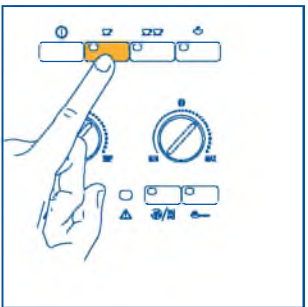
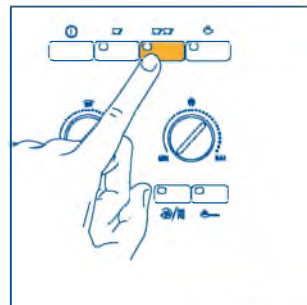
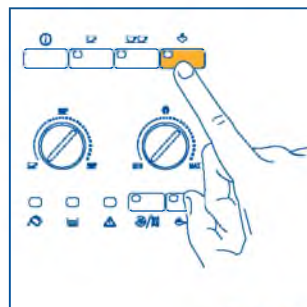

Рис. 12
Рис. 13
Рис. 21
- 5) Нажмите кнопку  рис. 12, если вы готовите 1 кофе или кнопку , рис. 13, если готовите 2 чашки кофе. После этого кофеварка помелит зерна кофе, выполнит короткую подачу кофе, паузу и полностью выльет кофе в чашку.
ПРИМЕЧАНИЕ 4: в то время, когда кофеварка готовит кофе, выливание может быть остановлено в любой момент нажатием кнопки , рис. 12, или   рис. 13, нажатой ранее.
ПРИМЕЧАНИЕ 5: как только подача кофе закончится, если вы хотите увеличить количество кофе, достаточно удерживать кнопку , рис. 12 или   рис. 13, нажатую ранее до получения требуемого количества (эта операция может быть проведена только в том случае, если выполняется в течение 3 секунд после завершения выливания кофе из носиков).
- Нажмите кнопку подачи пара ☁, рис. 21. Индикатор ☁ рис. 22, начнет мигать, указывая, что кофеварка разогревается.
- После достижения требуемой температуры прервите подачу пара, повернув регулятор подачи пара по часовой стрелке до упора, рис. 6 и нажмите кнопку подачи пара ☁, рис. 21 для отключения пара.
ПРИМЕЧАНИЕ 1: сразу же после приготовления капуччино и после отключения функции пара ☁, рис. 21, если нажать кнопку ☁, рис. 12 или ☁☁, рис. 13 для приготовления новых порций кофе, кофеварка имеет слишком высокую температуру для приготовления кофе (зеленые индикаторы ☁ и ☁☁ мигают, указывая неподходящую температуру), необходимо подождать несколько минут, чтобы она немного остыла.